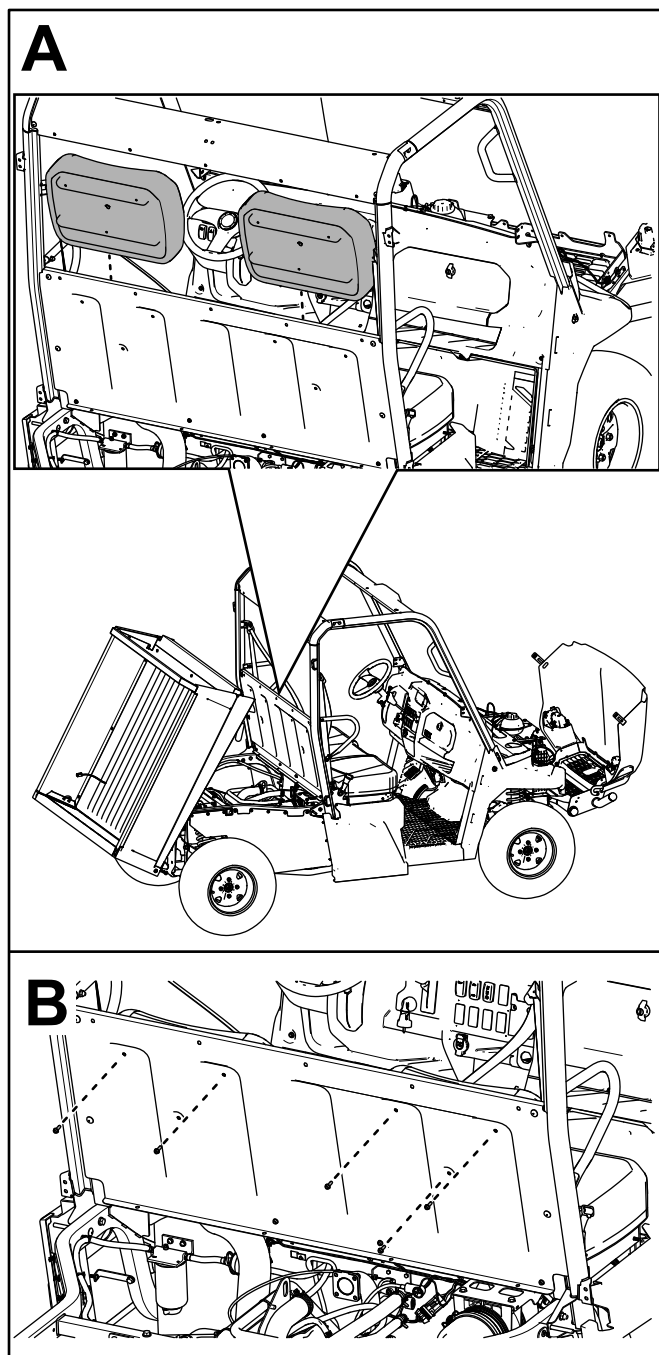

Bild 27
- E. Befestigen Sie die beiden Sitzlehnen mit fünf Sechskant-Scheibenkopfschrauben ($\frac{1}{4}$ " x $\frac{3}{4}$ ") an der Sitzplatte, wie in **Bild 27** dargestellt.